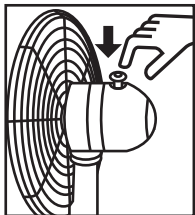

Figura 3
Para hacer que la cabeza del ventilador oscile, empuje hacia abajo el mando (K) en la carcasa del motor. Para detener el ventilador de la oscilación, tire hacia arriba el mando (K) - vea la Figura 3 y 4